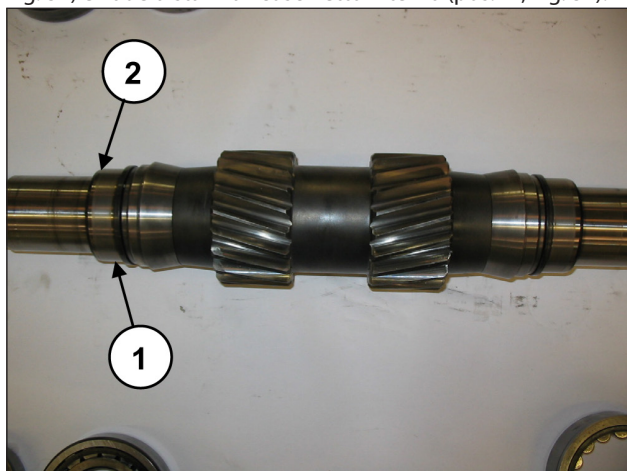

Fig. 34
Sfilare gli anelli interni dei cuscinetti dall'albero PTO (pos. ①, Fig. 34) e i due distanziali cuscinetto interno (pos. ②, Fig. 34).